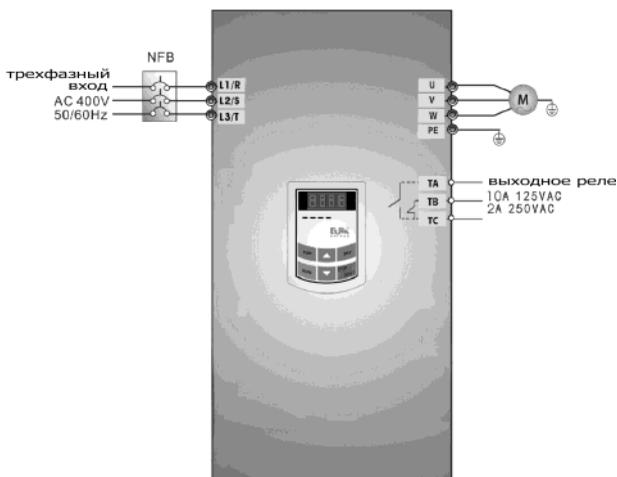

Рис. 5-1 Схема подключения 1
- (1) Подключите провода в соответствии с рис. 5-1. После проверки проводки включите инвертор.
- (2) Нажмите клавишу "Fun" для входа в меню программирования.
- (3) Измерьте параметры мотора
- (2) Нажмите клавишу “Fup” для входа в меню программирования.
- (3) Измерьте параметры мотора: порядок действий точно такой же как в примере 1.
- (4) Установите параметры инвертора: